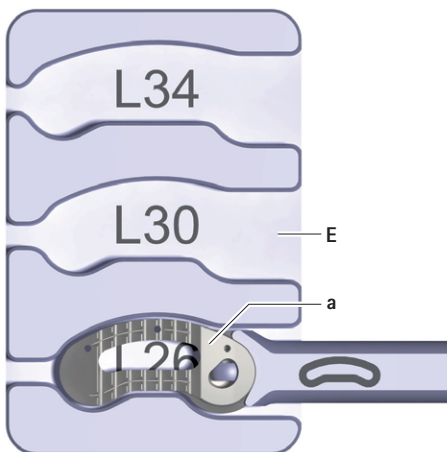

Рис. 9 Рабочий имплантат в держателе
- ▶ Вложить рабочий имплантат а в держатель Е, см. Рис. 9. При этом следить за длиной рабочего имплантата (надпись на держателе: L26/L30/L34).